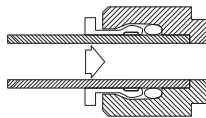

Figura 14.
- 9. Empuja fuerte y profundamente la manguera dentro del orificio. (ver Figura 14).